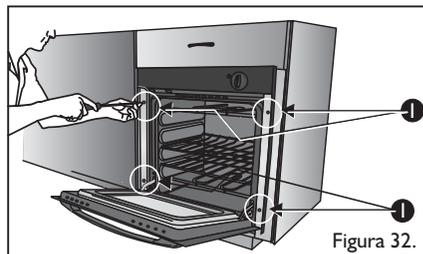

Figura 32.
- Asegure el horno al mueble de empotrar, ubicando tornillos adecuados en cada una de las perforaciones como se ilustra en la figura 32. Esto evita el volcamiento del mismo.